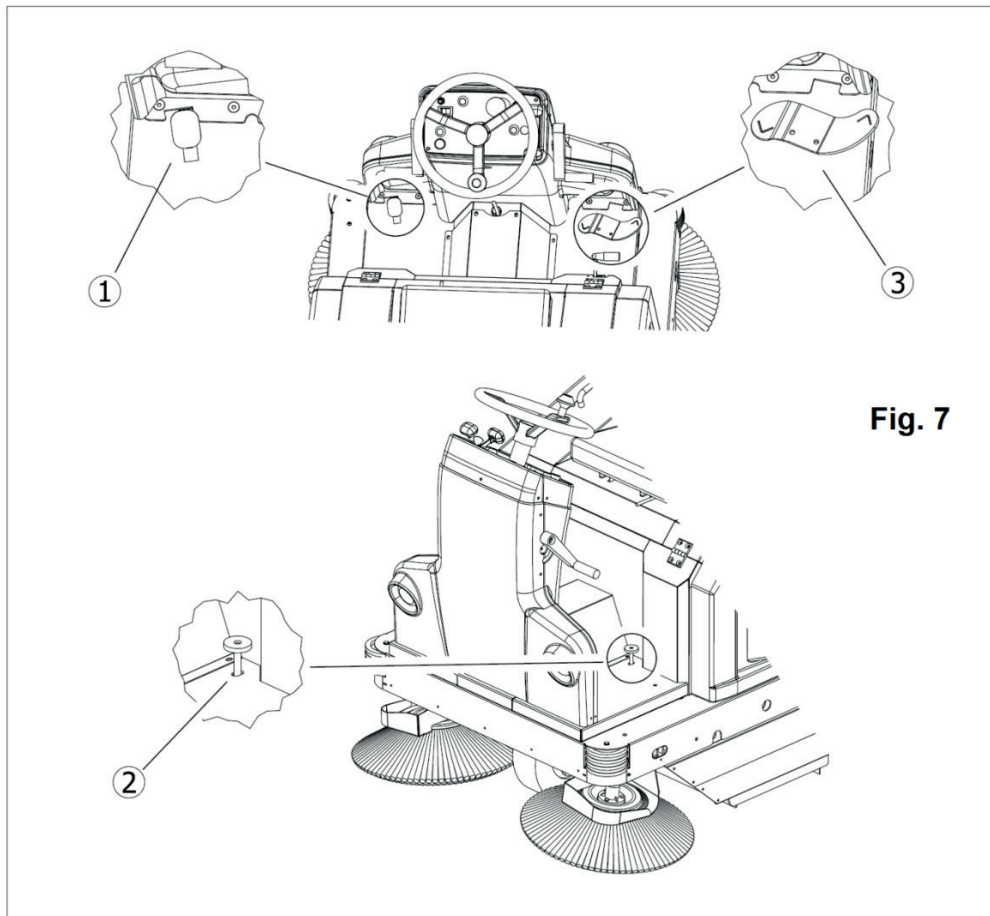

Fig. 7
O alça-flap, **Part. 2 Fig. 7**, permite, premindo o pedal, subir a guarnição anterior **Part. 3 Fig. 5**, tornando possível a recolha de objetos volumosos. Indicado assim para folhas, pacotes de cigarros, etc.
Premindo este pedal **Part. 1 Fig. 7** a máquina abrande e para (até à sua libertação).
**Porm. 3 Fig. 7.** Este pedal tem a função de fazer avançar ou recuar a máquina uma vez iniciada. **Prima gradualmente e nunca com movimentos bruscos para ter partidas suaves e velocidades recuais. Em posição de marcha-atrás, a velocidade é muito reduzida por motivos de segurança. Em posição de ponto morto, a máquina pode ser empurrada quer para a frente quer para trás.**
- Prima com o pé direito a alavanca de avanço **Part.3 Fig.7** no sentido de marcha em frente (ver seta no pedal). Prima gradualmente e nunca com movimentos bruscos para ter partidas suaves e velocidades recuais.